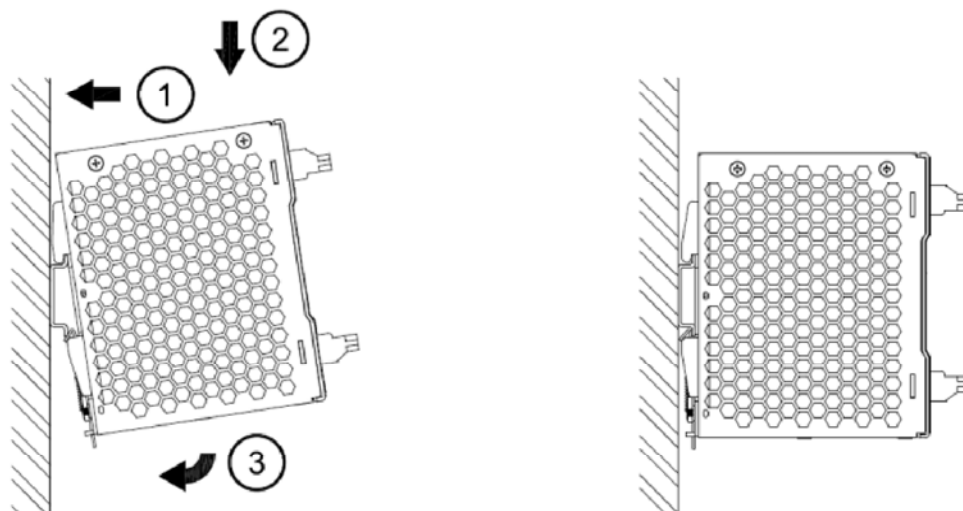

Рис.3. Установка устройства на DIN-рейку.
3. Монтаж устройства (Рис. 3)
Установку модуля на DIN рейку производят в следующем порядке, см. рис.3: